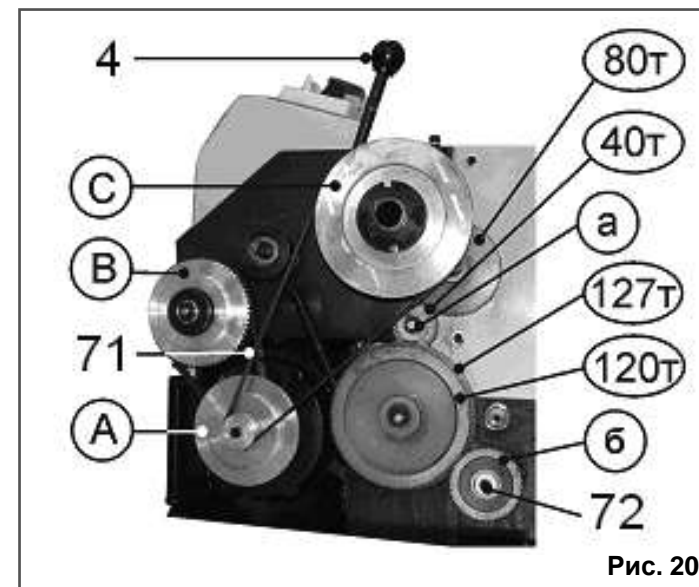

Рис. 20
10.5.2. Переставляя клиновой ремень (71) на шкивах А, В, С в положения 1, 2, 3 согласно таблице 3, можно ступенчато изменять скорость вращения шпинделя – 100; 250; 350; 500; 900 и 1800 об/мин, Рис. 20, (А, В, С - шкивы). Например, при установке клинового ремня (71) на шкивах В, С в положении 1 – скорость вращения шпинделя равна 100 об/мин, а в положении 3 - скорость вращения равна 500 об/мин и т.д., Рис. 20.
10.6.4. Комбинации использования шестерен для нарезания резьбы см. в таблице 4 и Рис. 20.
1. См. Рис. 20
2. См. Рис. 20
10.6.5. Выкрутите крепёжный болт (72), закрепляющий шестерню (б) и снимите стопорную шайбу шестерни (а), Рис. 20.
10.6.6. Осторожно снимите шестерни, чтобы сохранить на месте шпонки на валах и установите необходимые шестерни (а) и (б), как показано на схеме сборки узла настройки. Количество зубьев на каждой шестерне промаркировано. Установите крепежный болт (72) шестерни (б) и стопорную шайбу шестерни (а), Рис. 20.
10.6.8. Положение шестерен 120Т и 127Т для метрической резьбы показано на Рис. 20.
10.6.9. Для нарезания дюймовой резьбы шестерни 120Т и 127Т необходимо поменять местами, Рис. 20.
10.7. Нарезание резьбы (Рис. 20)
10.7.7. Включите станок п. 10.2, подведите резец (57) к началу предполагаемой резьбы. Маховиком (35) подачи поперечного суппорта установите глубину резания, не превышая 0,2 мм за один проход (как описано выше в п. 10.3.), опустите вниз ручку (32) управления разъёмной гайкой ходового винта (38) и начните нарезание резьбы, Рис. 20.